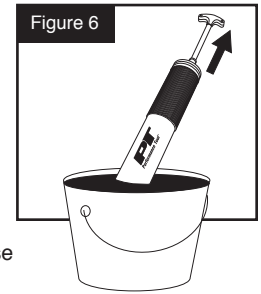

Figure 6
2. Sumerja la parte abierta del barril en el cubo de grasa. Asegurese que el mango del piston esta completamente suelto. Sujete el barril firmemente y jale despacio el mango del piston. Asegurese que la boca del barril este siempre sumergida en el cubo para que no pase aire a el barril. (Fig. 6)
2. Submerge open end of the barrel into grease bucket. Be sure the plunger handle is depressed completely. Grasp the barrel firmly and pull back slowly on the plunger handle. Be sure the mouth of the barrel is always under the surface so that air is not transferred into the barrel. (Figure 6)